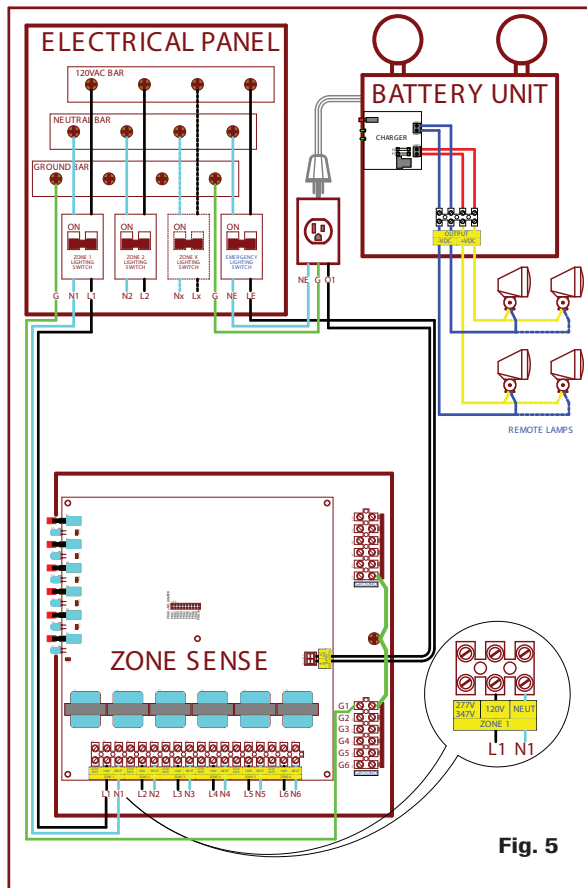

Fig. 5
- For the DC SINGLE OUTPUT TYPE wiring refer to the Fig. 5.
- Pour le branchement TYPE CC, SORTIE UNIQUE, référez-vous à la Fig. 5.